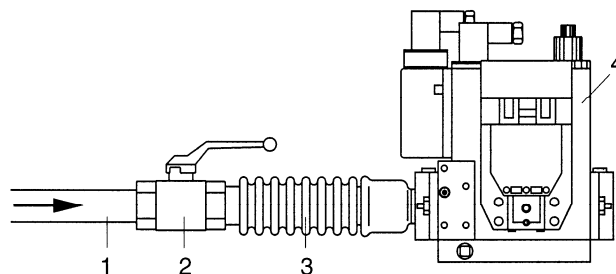

Fig. 3
- Conectar un manómetro a la toma de presión línea arriba (4) del grupo válvulas (Fig. 3);